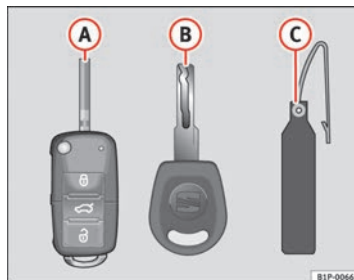

Fig. 45 Jeu de clés
- une clé à radiocommande → fig. 45 **A**